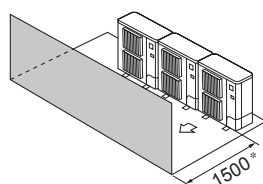

Fig. 2-11
- ③ Окружающие предметы спереди (Fig. 2-11)